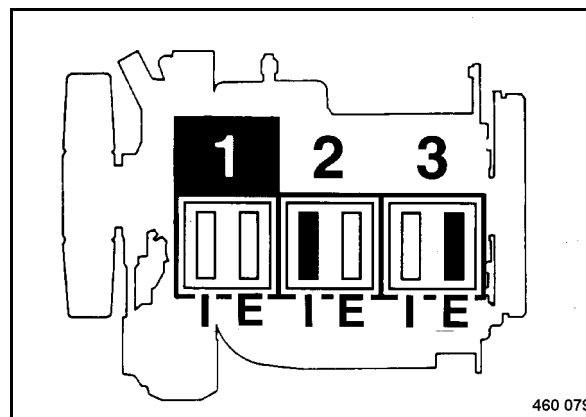

Fig. 119
### Posición del cigüeñal 1 (Fig. 119)
- Comprobar y si fuese necesario ajustar las válvulas marcadas en negro (Fig. 119) en los cilindros 1, 2 y 3.